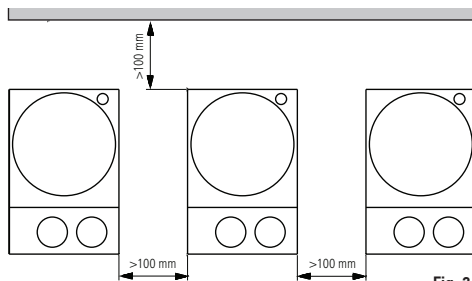

Fig. 3
- 确保仪器放置间距合理，仪器之间、仪器距离四周墙壁至少 100 mm；仪器距离上方至少 800 mm，如图 3。